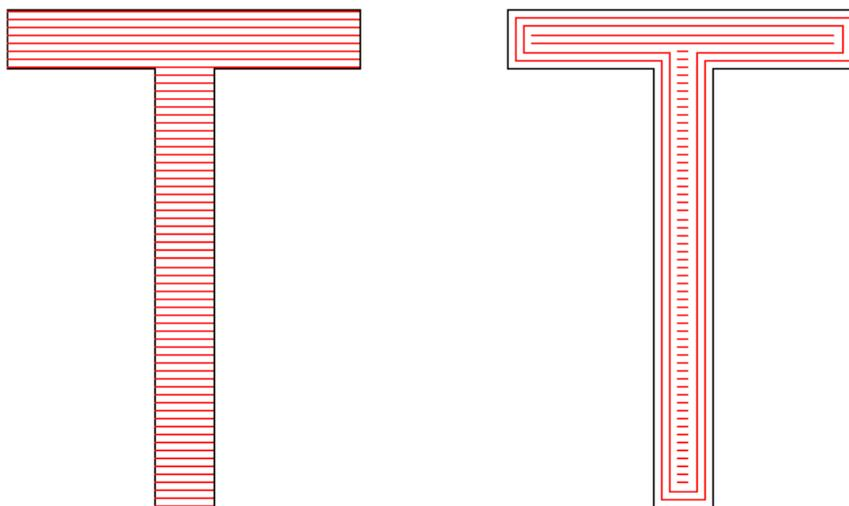

图 3-11 边界环数示例
**边界环数:** 指在进行水平填充之前先进行几次环形填充的次数。由于完全用环形填充的功能时会有在最后一个环无法填充均匀的情况, 所以此功能就是用于解决这样问题的时候使用。如图 3-11 所示为边界环数的示例填充图形。